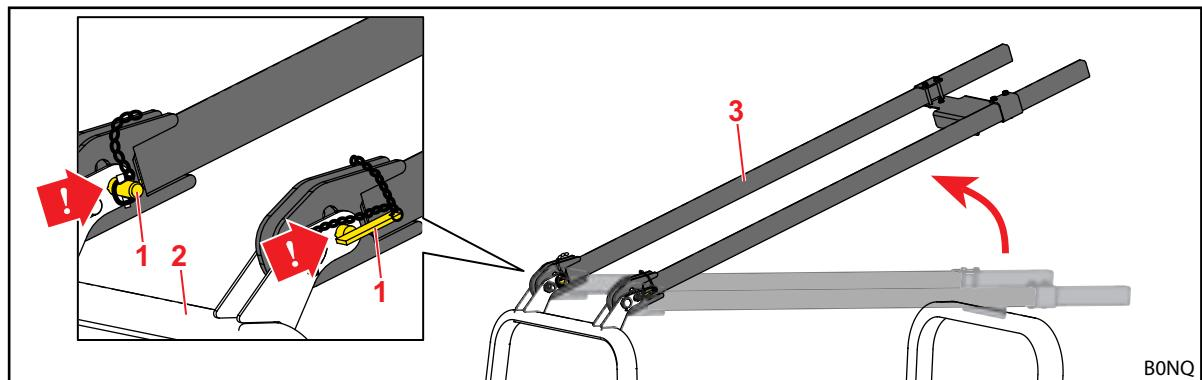

Abb. 40 Hochgeklappte und in unteren Löchern gesicherte Traversen
- (1) Lange Traversen in unteren Löchern sichern.
- Lange Traversen mit Steckbolzen in unteren Löchern sichern (vergleiche Abb. 40).
- (2) Unterer Bügel hochklappen (siehe Beschreibung für OPG ohne lange Traversen am Anfang des Kapitels).
- (3) Lange Traversen herunterklappen.